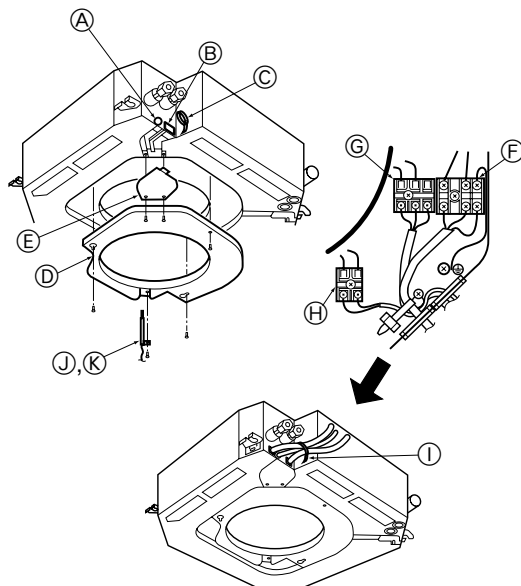

Fig. 4-1
4.1. Unidad interior (Fig. 4-1)